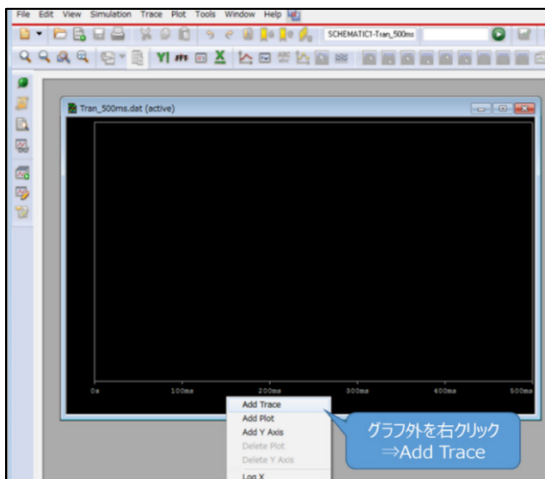

図 5.5 グラフウィンドウ
- (1) グラフウィンドウのグラフ枠外を右クリック後、「Add Trace」を選択してください。(図 5.5)